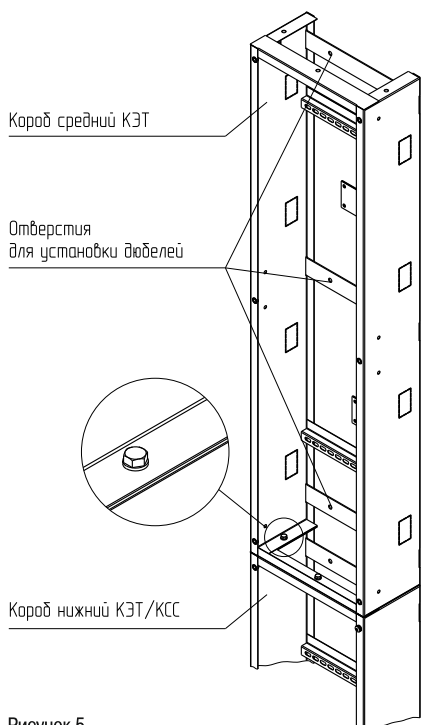

Рисунок 5
4.2.5 Установить Короб средний КЭТ (1.2) на Короб нижний КЭТ/КСС (1.1). Закрепить Короб средний КЭТ (1.2) с помощью 3-х болтов М6×16 (1.4), шайб 6.019 (1.6), шайб 6.65Г (1.7) и гаек М6 (1.5) (рисунок 5). Болтовое соединение согласно приложению А.
4.2.8 Установить Короб верхний КЭТ/КСС (1.3) на Короб средний КЭТ (1.2). Закрепить Короб верхний КЭТ/КСС (1.3) с помощью трех болтов М6×16 (1.4), шайб 6.019 (1.6), шайб 6.65Г (1.7) и гаек М6 (1.5) (рисунок 5). Болтовое соединение согласно приложению А.